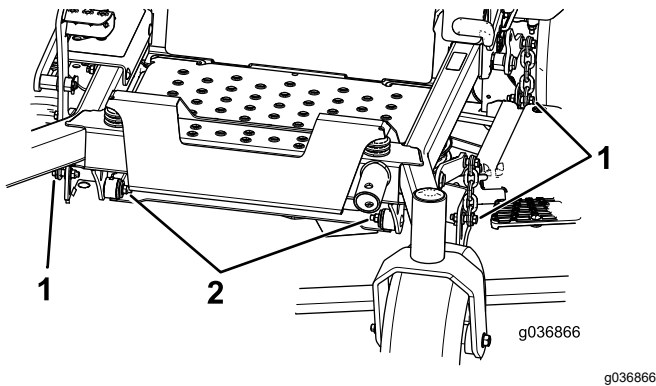

Figura 103
7. Enlevez et conservez les boulons et écrous de chaque côté de la machine (Figura 103).